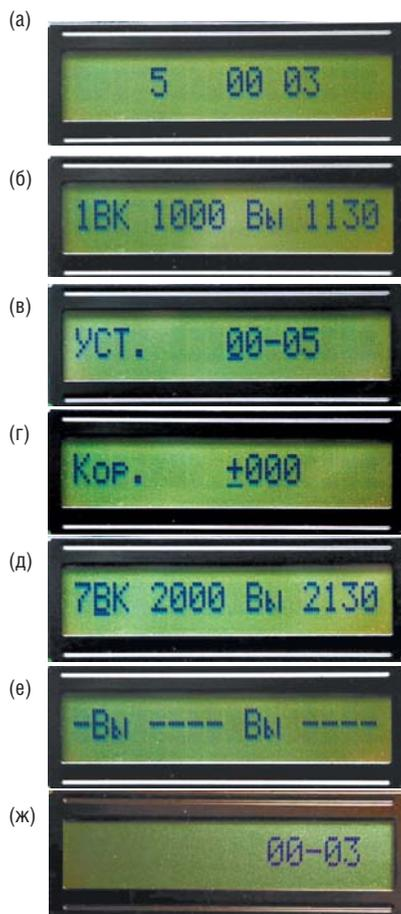

Рис. 5. Индикация таймера в различных режимах
Изменение режима индикации выполняют нажатием и отпусканием кнопки «Режим». Таймер имеет следующие режимы индикации (рис. 5):
- индикация текущего времени и включённых выходов (см. рис. 5а);
- индикация в режиме просмотра (см. рис. 5б);
- установка часов (см. рис. 5в);
- установка коррекции (см. рис. 5г);
● установка выходов (см. рис. 5д).
В режиме индикации текущего времени показания часов и минут разделены чертой, мигающей с периодом, равным одной секунде. Слева от показаний часов высвечивается номер включённого в данный момент выхода (на рис. 5а это выход 5). В этом режиме МК реагирует только на нажатие кнопки «Режим».
В режиме просмотра записанных в память установок МК реагирует на кнопки «Установка» и «Поиск/Сброс». При нажатии и отпускании кнопки «Установка» изменяется значение крайнего левого разряда, высвечивающего номер выхода, по которому будет вестись поиск (на рис. 5б это выход 1). Нажимают кнопку «Поиск/Сброс», и на индикаторе появляется следующая установка для данного выхода. Если после нажатия кнопки «Поиск/Сброс» индикация не изменилась, это может означать, что установка для данного выхода только одна или вся память просмотрена, и просмотр начинается с нулевого адреса. Если для данного выхода нет установок, то во всех разрядах высветятся прочерки (см. рис. 5е).
ных выходов. Так как число выходов увеличено до 9, индикация текущего времени смещена вправо на два знака места для того, чтобы уместить индикацию выходов (см. рис. 5ж).